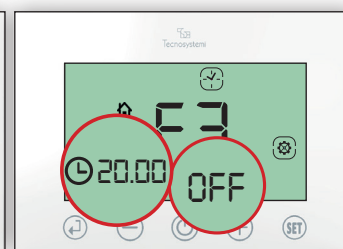

Fig.37
- 3.3 Impostare l'orario di spegnimento OFF della fascia F3 (20.00) e confermare con  (Fig.37)